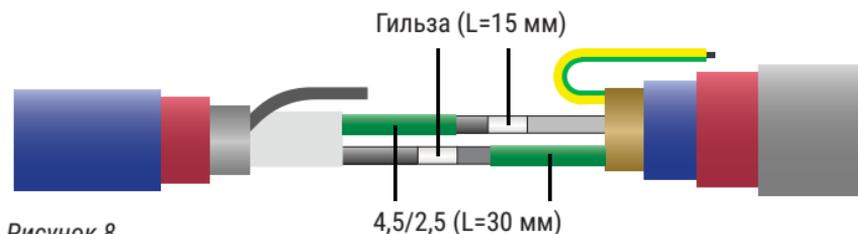

Рисунок 8
3.10. Соединить токопроводящие жилы установочного провода (коричневый и синий) и нагревательные жилы кабеля при помощи гильз длиной 15 мм и обжать их по всей длине ручным кримпером (Рисунок 8).